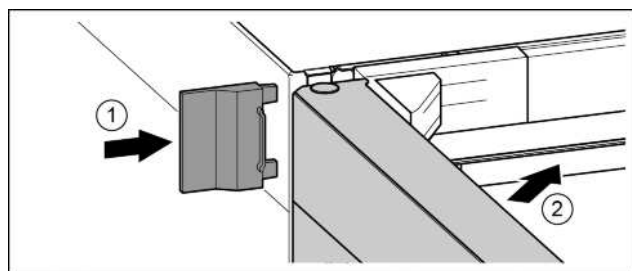

Fig. 26
- ▶ Tolja fel a külső fedelet. Fig. 26 (1)
- ▶ Csukja be a felső ajtót. Fig. 26 (2)